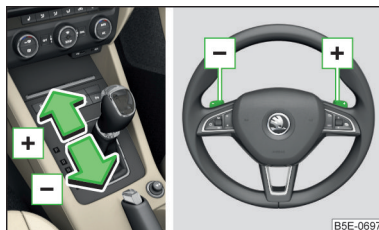

Fig. 248
- Para **cambiar** tire brevemente una de las teclas basculantes **-/+** hacia el volante » fig. 248.
- Para **subir la marcha**, pulsar la palanca selectora hacia adelante **+** o tirar por poco tiempo la tecla basculante **+** hacia el volante » fig. 248.
- Para **bajar la marcha**, pulsar la palanca selectora hacia atrás **-** o tirar por poco tiempo la tecla basculante **-** hacia el volante » fig. 248.